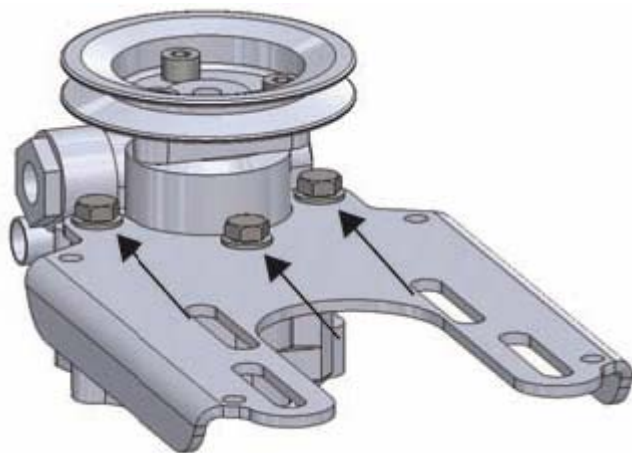

Figura 76. Bulloni di fissaggio della pompa idraulica
3. Staccare la pompa idraulica dalla staffa svitando i tre bulloni di fissaggio (figura 76).
1. Montare la pompa sulla staffa con i bulloni di fissaggio (figura 76). Coppia di serraggio 25 Nm. Usare liquido frenafili.